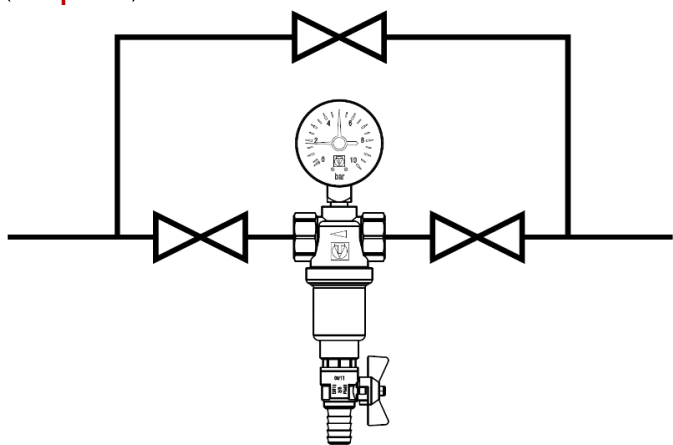

рис.1
6.4 До и после фильтра необходимо установить запорную арматуру для возможности извлечения фильтро-элементов. Для большей эффективности промывки фильтра (обратная промывка) предпочтительно устройство обводного участка с краном (байпаса) (см. рис. 1).